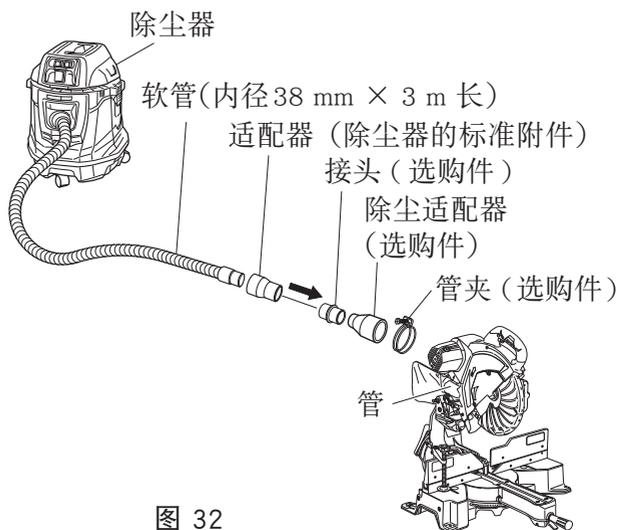

图 32
**21. 连接除尘器（单独销售）（第 26 页的图 32）**
按箭头方向进行连接。（图 32）
经过长期使用后，安全罩上的锯条槽可能变宽并需要更换。如果锯条槽变宽，请更换新的安全罩。更换后在新的安全罩上开一条槽（第 26 页的图 32）。参见第 14 页上的“切割之前 1. 在安全罩上刻出凹槽”。